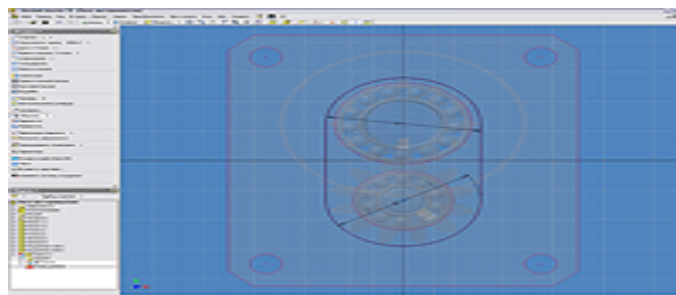

Рисунок 5
5. Производим построение недостающих элементов геометрии эскиза детали «Корпус», используя стандартные команды палитры «2-М эскиз» (см. Рисунок 5).